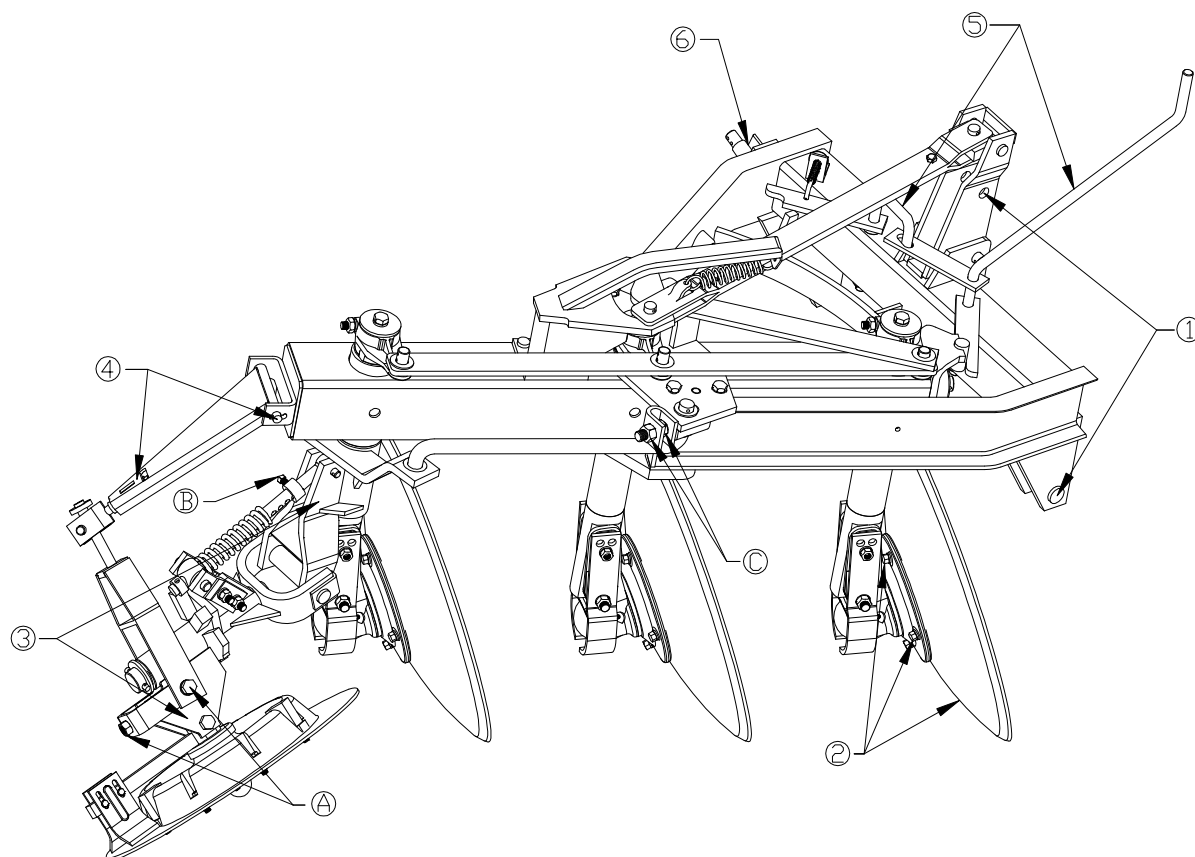

Fig. 1, Ensamble y ajuste de componentes del arado (952).
1. Con el tornillo "A" (Fig. 1), se controla el tiro lateral del arado. También se aumenta o disminuye el ángulo de la rueda guía, respecto a trayectoria del arado, según la textura del suelo, hasta lograr que el arado vaya alineado con respecto al viaje del tractor.
2. El ajuste "B" (Fig. 1), es para aumentar o disminuir la presión del resorte de la rueda guía y permitir, dependiendo de la textura del suelo, mayor o menor profundidad de barbecho. No habrá control del tiro lateral cuando se deja libre el anillo de tope, además, el arado profundizará demasiado y el tractor tenderá a salirse hacia el terreno barbechado. El anillo de tope en la posición superior nos da la máxima profundidad de barbecho.
3. Con el ajuste "C" (Fig. 1), se iguala el ancho total de corte del arado, en ambos sentidos. El trabajo debe iniciarse colocando el perno de argolla al centro de la ranura.
6. Después, será necesario determinar si al arar hay tendencia a jalar hacia un lado, lo cual indica que se tendrá que corregir el tiro lateral. Con el tornillo "A" (Fig. 1), se controla el tiro lateral del arado. También se aumenta o disminuye el ángulo de la rueda de surco respecto a la línea de viaje del arado, según la textura del suelo, hasta lograr que el arado vaya alineado con respecto al viaje del tractor.
Un arado bien ajustado, debe correr alineado con el tractor, si no, se verá que el punto superior de enganche apunta inmediatamente hacia un lado. Supongamos que mientras se voltea el suelo a la derecha, el arado tiende a jalar hacia la izquierda; en este caso, el disco frontal esta cortando muy ancho. Para corregir este problema, es necesario deslizar hacia atrás la barra de inversión mediante el perno "C" (Fig. 1), hasta que el arado vaya bien alineado. Si al voltear la tierra hacia la izquierda se nota que el arado tiende a jalar a la izquierda, es necesario deslizar hacia adelante la barra de inversión, con el perno "C" (Fig. 1) hasta que el arado vaya alineado.